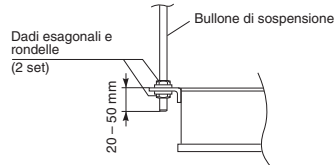

Fig. 3-5
- (3) Sospendere e fissare l'unità interna usando i 2 dadi esagonali (da acquistarsi separatamente) e le rondelle speciali (in dotazione con l'unità) come indicato in Fig. 3-5.